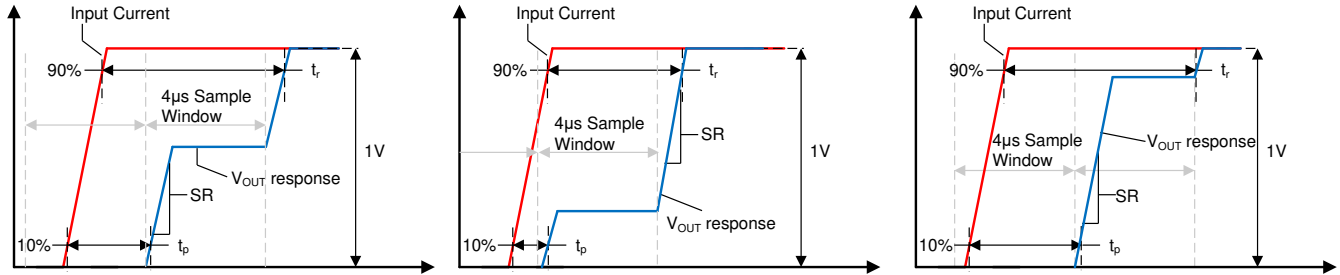

图 8-3. 小电流输入阶跃瞬态响应
压摆率 (SR) 定义为单个积分阶跃输出转换的 VOUT 变化率，如图 8-3 所示。该器件通常需要两个采样窗口才能达到其最终值的 90% 完全稳定，因此该压摆率不等于完全输出摆幅的 10%-90% 转换时间。
传播延迟是输入电流波形达到其最终值的 10% 和  $V_{OUT}$  达到其最终值的 10% 之间的时长。该传播延迟在很大程度上取决于输入电流阶跃的对齐情况和 TMCS1101 的采样周期，如图 8-3 中几种不同采样窗口的情况所示。
响应时间是输入电流达到其最终值的 90% 和输出达到其最终值的 90% 之间的时长，这使输入电流阶跃足以在输出上引起 1V 转换。图 8-3 展示了 TMCS1101 在三种不同时间情形下的响应时间。除非在一个采样窗口开始时直接出现阶跃输入，否则响应时间将包括两个采样间隔。